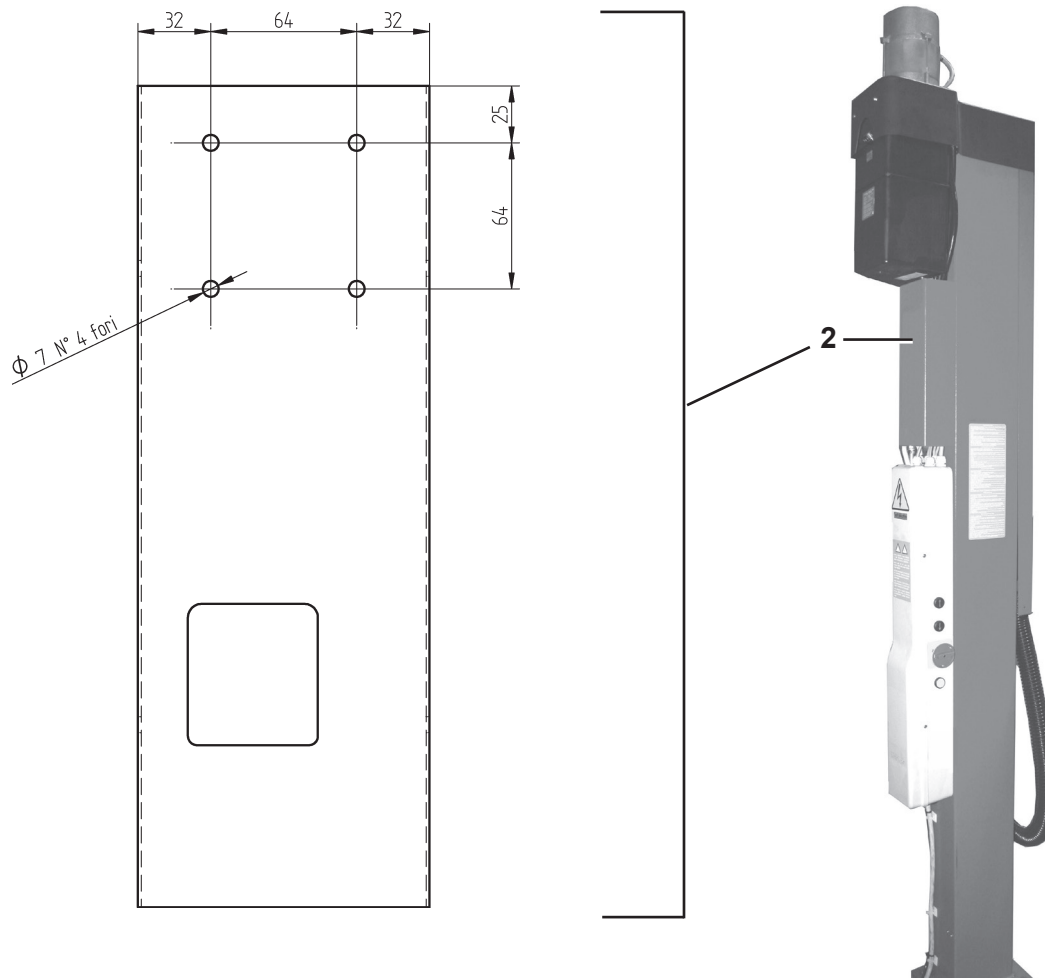

Fig.29
- Forare il carter (2) come indicato in Fig.29.
- Drill guard (2) as indicated in Fig.29.
- Die Bohrungen in der Abdeckung (2) gemäß Abb. 29 setzen.
- Percer le carter (2) comme indiqué sur la Fig.29.
- Perforar la protección (2) como se ilustra en la Fig. 29.